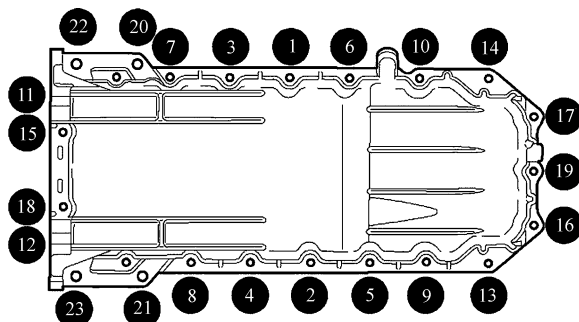

图 19-38 油底壳螺栓紧固顺序
- 4) 安装油底壳，并按照图 19-38 中所示的螺栓紧固顺序紧固油底壳螺栓。